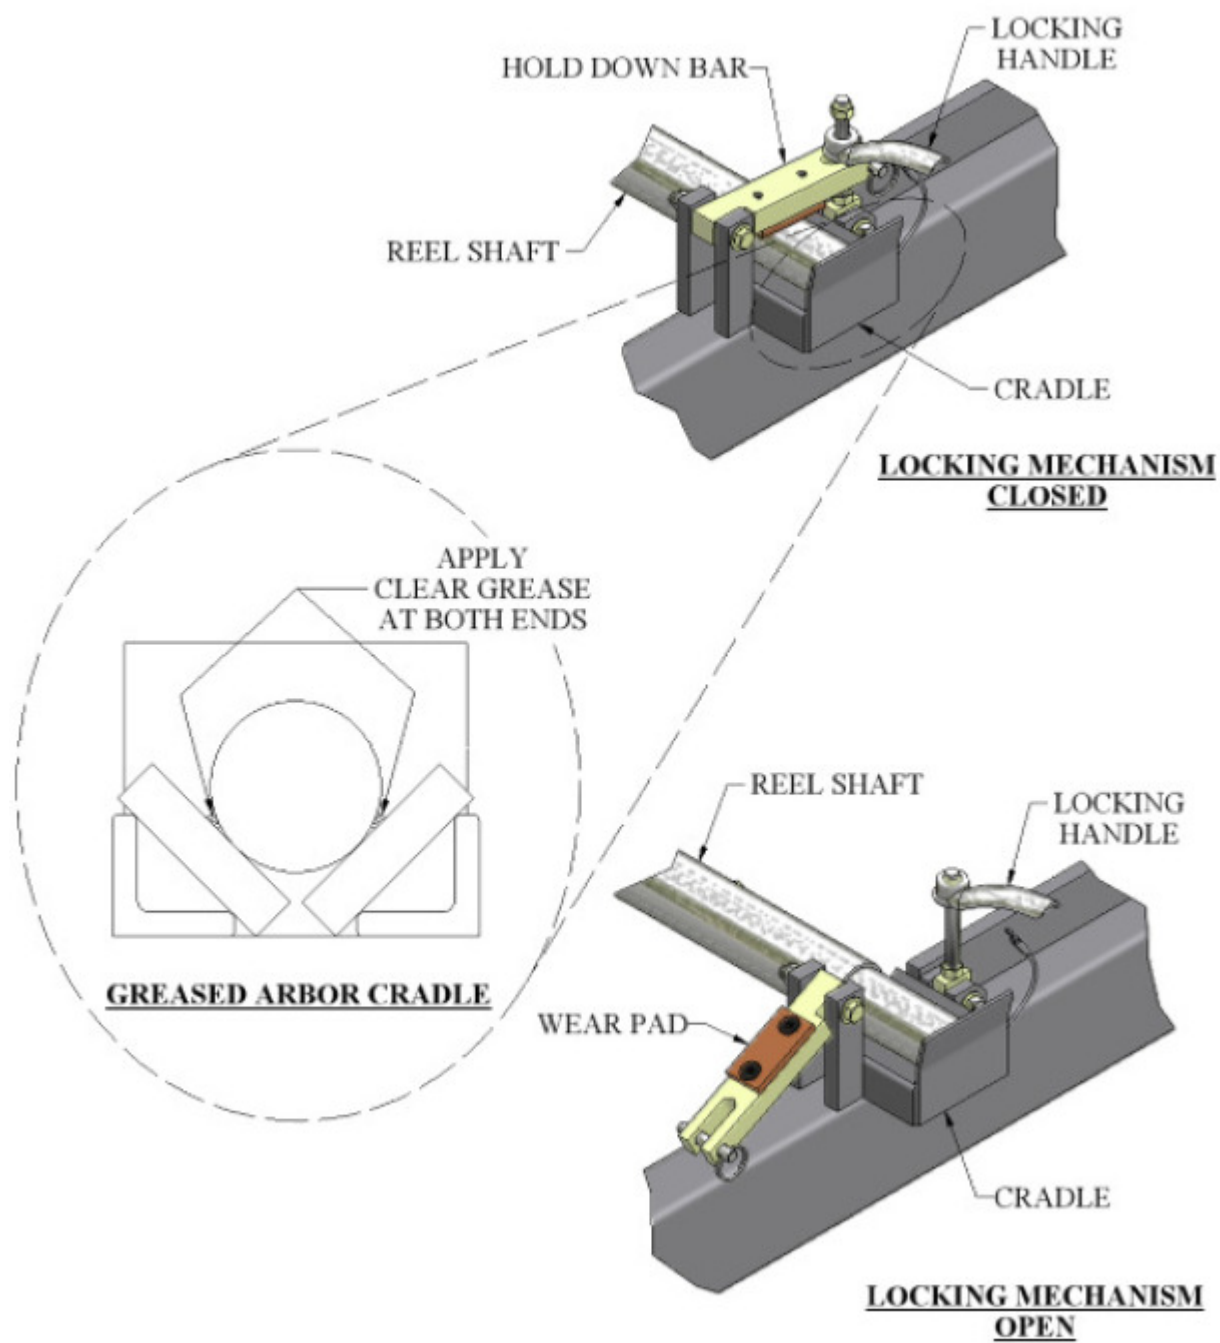

Ilustración 11: Ensamble de carrete expandible.
1. Los ejes de carretes deben reposar en la cuna del estante de carretes. Mantenga las cunas lubricadas con lubricantes sintéticos para minimizar el desgaste (Ilustración 11).
1. Prepare el estante del carrete asegurándose que las barras para mantener abajo están en posición abierta y desbloqueada (Ilustración 11).
3. Rote las barras para mantener abajo (Ilustración 11) a la posición cerrada y presione el mango al perno de "mantener abajo". Si va a operar el panel desde esta bobina, apriete el mango izquierdo y derecho hasta que queden bien ajustados. Debe hacerse un ajuste final de tensión mientras opera el panel para prevenir el deterioro del material. Entre más pequeña se hace la bobina, más ajustes serán necesarios.